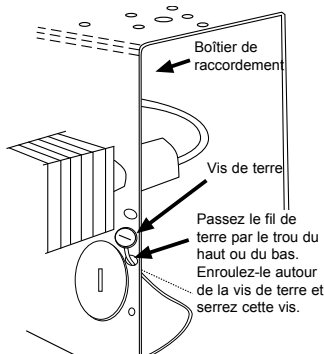

Fig. 3
- Réalisez les raccordements électriques en suivant le schéma de câblage fixé au radiateur. Reliez le radiateur à la terre en utilisant la vis de terre fournie. Voyez la Figure 3.